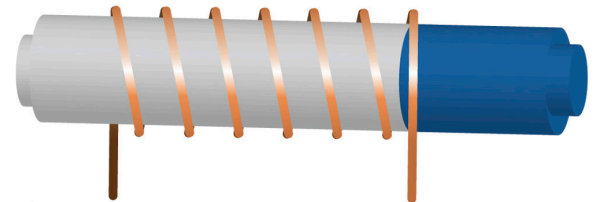

Abbildung 1
2. Wickle mit dem Kupferdraht (z.B. um einen dicken Filzstift oder die Batterie) eine Spule mit etwa 7 Windungen wie in **Abb. 1**. Verknote die beiden Enden mit einer Umdrehung um die Spule und lasse diese ca. 4 cm herausragen.